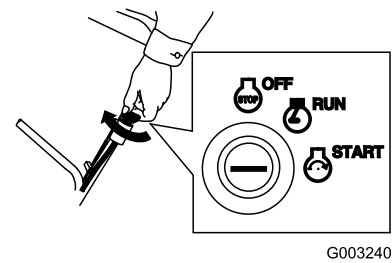

Figure 15
- Tournez la clé de contact en position démarrage et relâchez la clé lorsque le moteur démarre (Figure 15).